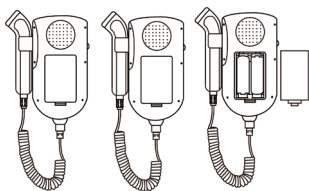

Fig.4-2 Remplacer les piles
① Retourner le dispositif. Tout d'abord, ouvrir le compartiment des piles puis retirer les piles usagées du compartiment (**Voir Fig.4-2**).
② Installer deux piles AA dans le compartiment des piles (en respectant la polarité indiquée à l'intérieur du compartiment) et refermer le couvercle du compartiment.